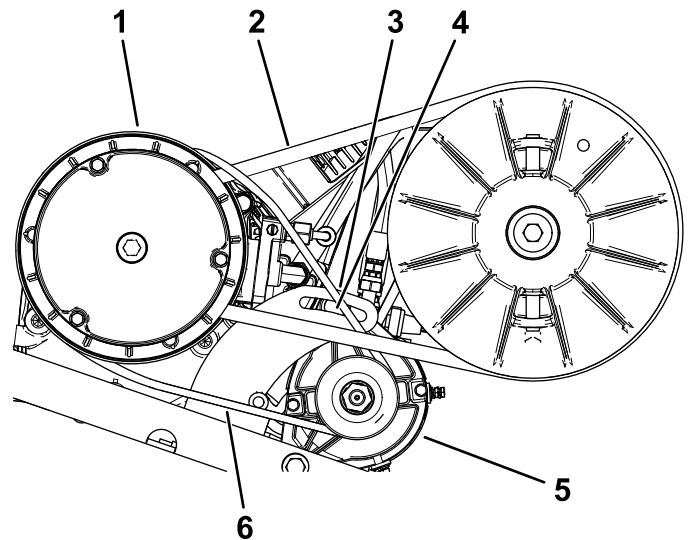

Figure 68
2. Desserrez l'écrou de pivot du démarreur-alternateur (Figure 68).
4. Appuyez sur le levier pour faire pivoter le démarreur vers le bas dans la fente jusqu'à ce que la tension de la courroie produise une flèche de seulement 6 mm quand une force de 44 N·m est appliquée (Figure 68).
5. Serrez l'écrou de pivot à la main et enlevez le levier (Figure 68).